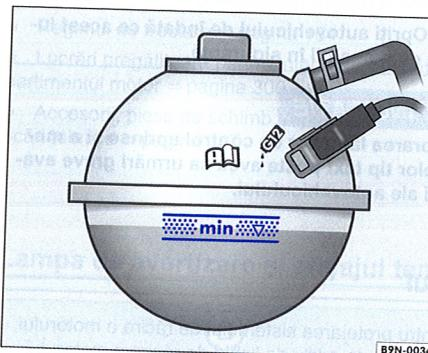

Fig. 197 În compartimentul motorului: marcajul de pe vasul de expansiune al lichidului de răcire a motorului.
- Verificați nivelul lichidului de răcire a motorului la marcajul lateral de pe vasul de expansiune, cu motorul rece ⇒ fig. 197.
- Completați doar cu lichid de răcire a motorului nou, conform specificației Volkswagen (⇒ pagina 311) ⇒ ①.
- Nivelul lichidului de răcire a motorului trebuie să se afle între marcajele de pe vasul de expansiune ⇒ fig. 197. Nu depășiți niciodată marcajul superior atunci când completați cu lichid ⇒ ①!
- Dacă, în caz de urgență, nu aveți la dispoziție lichid de răcire a motorului conform specificațiilor (⇒ pagina 311), nu utilizați alți aditivi pentru lichid de răcire a motorului! În locul acestuia, completați întâi numai cu apă distilată ⇒ ①. În continuare, solicitați căt mai repede refacerea amestecului corect cu aditivii pentru lichid de răcire a motorului prescriși ⇒ pagina 311.